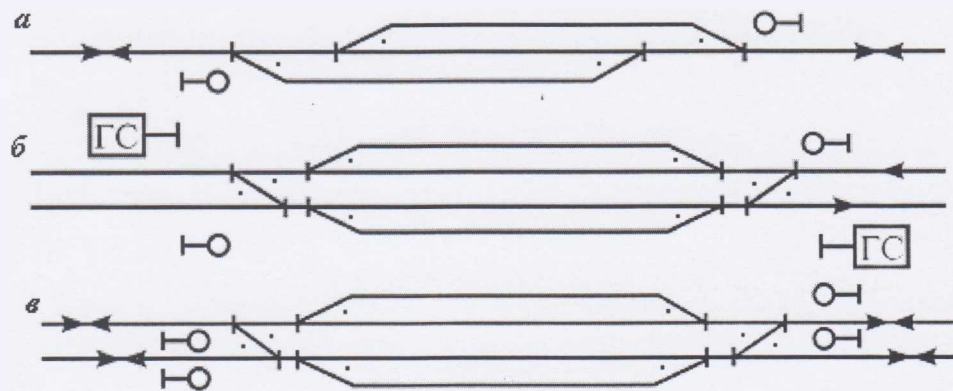

Рис. 9.4. Границы раздельных пунктов
- на однопутных участках — входные светофоры (рис. 9.4, а);
- на двухпутных участках по каждому в отдельности главному пути - с одной стороны - входной светофор, а с другой стороны — сигнальный знак «Граница станции», устанавливаемый на расстоянии не менее 50 м от предельного столбика или стыков рамных рельсов (рис. 9.4, б).
**На двухпутных участках**, оборудованных двухсторонней автоблокировкой, границей станции по каждому в отдельности главному пути являются входные светофоры (рис. 9.4, в).